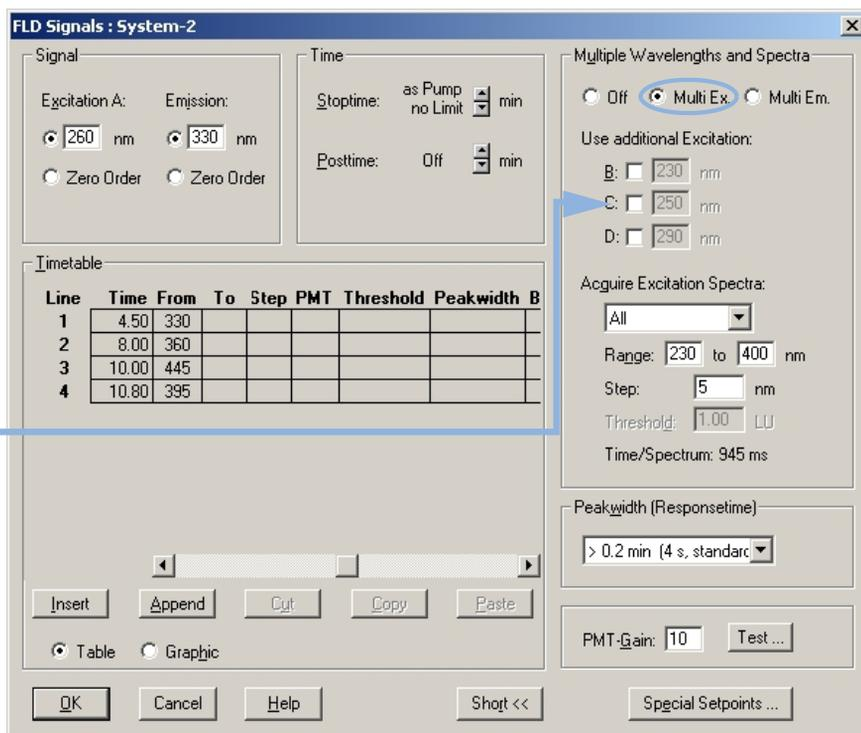

图 43 激发扫描的检测器设置
- 4 使用前页的设置和时间表进行第二次实验，用以估计最佳的激发波长。请参见“第 98 页的图 43”。